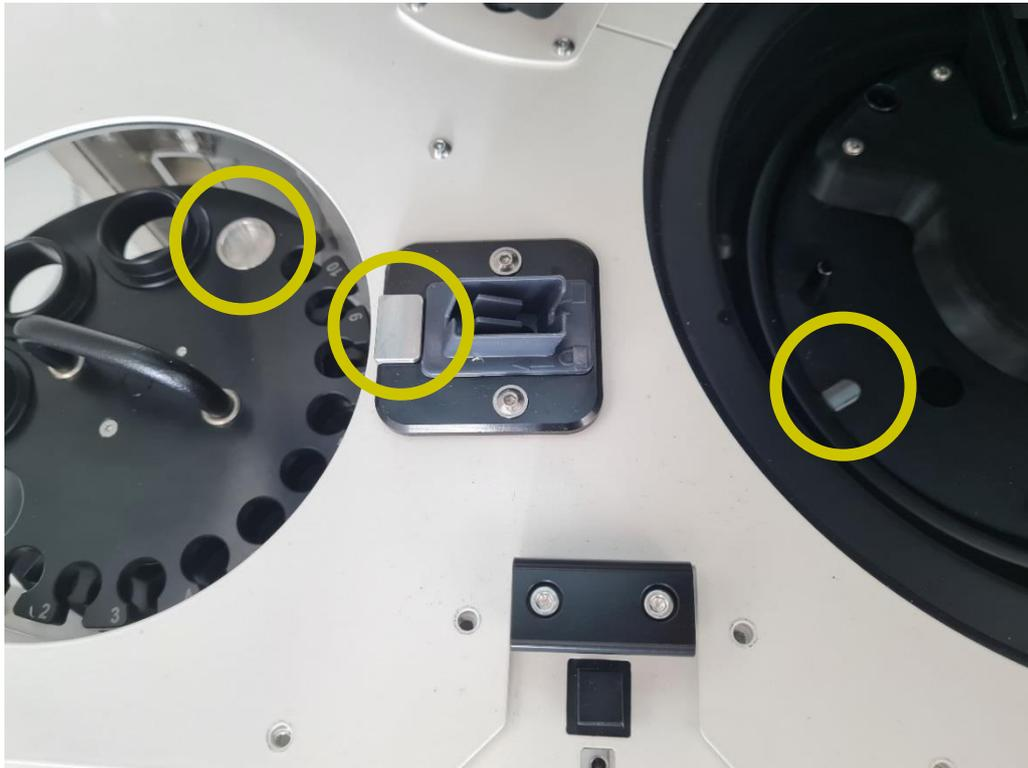

Figure 50: Les gabarits d'alignement métalliques doivent être nettoyés avec de l'éthanol à 70 % dans le MAX 9k
- Dans le cas du MAX 9k, nettoyez le bouton métallique sur le carrousel du rotor de l'échantillon, dans le rotor de la cartouche, le gabarit métallique à la station de rinçage et le gabarit d'alignement métallique à la position d'origine de la pipette avec de l'éthanol à 70 %, comme indiqué dans la Figure 50 et la Figure 51.